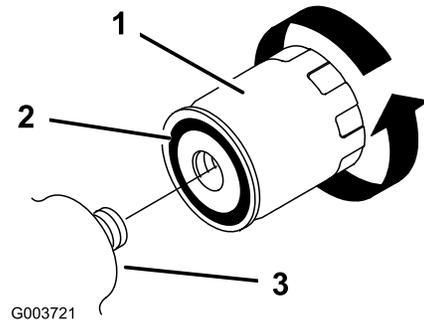

図 38
5. 古いフィルタ (図 38) を外し、フィルタのアダプタガスケットの表面をきれいに拭く。
6. 新しいフィルタのゴム製ガスケットにきれいな油圧オイルを薄く塗る (図 38)。
7. アダプタに新しいフィルタを取り付ける (図 38)。ゴム製ガスケットがアダプタに当たるまで手でねじ込み、そこから更に 1/2 回転増し締めする。